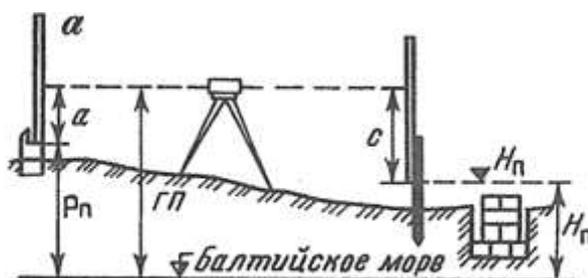

Рис. 1. Схема разбивки и контрольных высот фундамента
5. Выставьте проектную высоту верха фундамента на обноске (рис. 1), если высота репера $P_n = 60,038$, отсчет по рейке $a = 0984$, проектная высота фундамента $H_n = 59,855$.